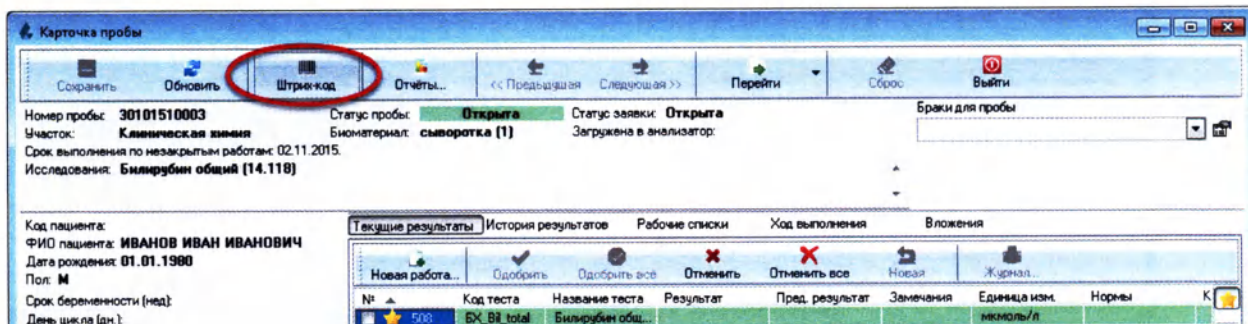

Рисунок 5.96
2. Нажмите кнопку «Штрихкод» (Ctrl+F12) (Рисунок 5.96):